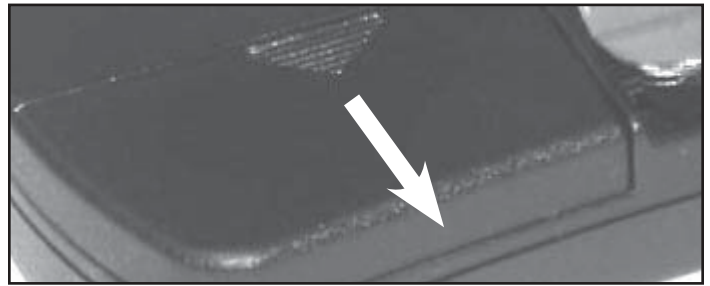

FIG. 8-1 Abra la tapa de la batería
- Para abrir, oprima la tapa de la batería suavemente como indicado (**Fig. 8-1**).